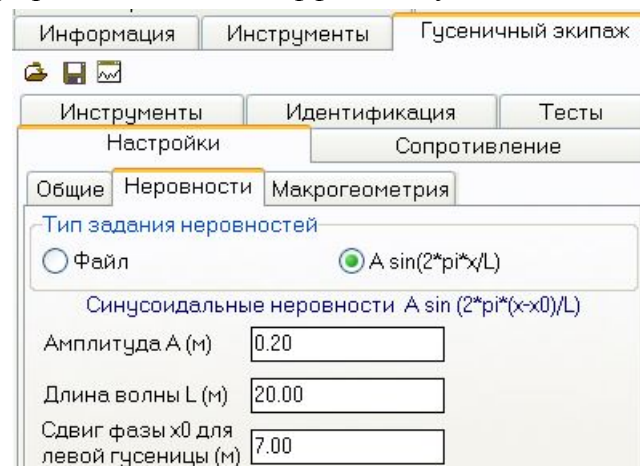
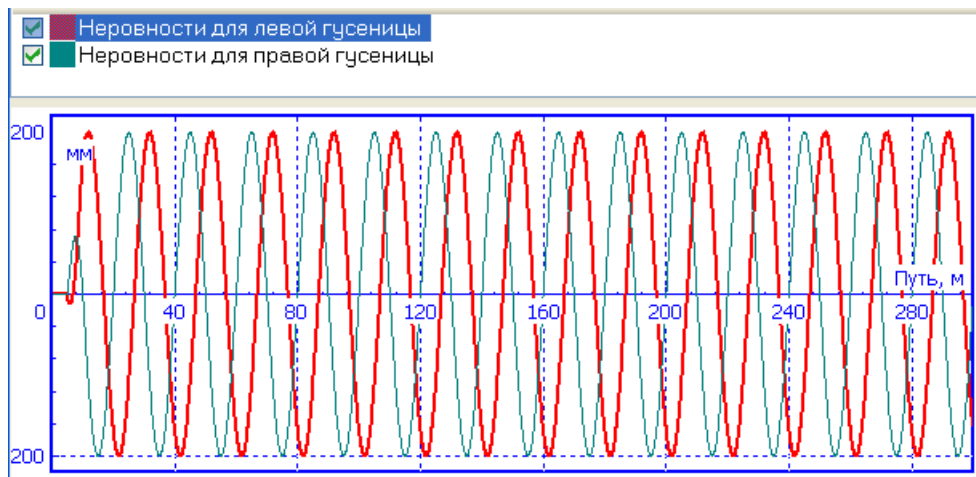

Рис. 58 Параметры синусоидальной вертикальной неровности дороги
Рис. 59 Графики синусоидальных неровностей под левой (жирная линия) и правой гусеницей
- 2) Для задания вертикальной синусоидальной неровности дороги используйте вкладку **Гусеничный экипаж | Настройки | Неровности**, рис. 58. Обратите внимание, что при нулевом сдвиге фазы x0 неровности под левой и правой гусеницей одинаковые, а при положительном значении x0 неровности под левой гусеницей «опережают» неровность под правой гусеницей на данную величину. После задания параметров неровности, ее график можно посмотреть по кнопке , рис. 59.